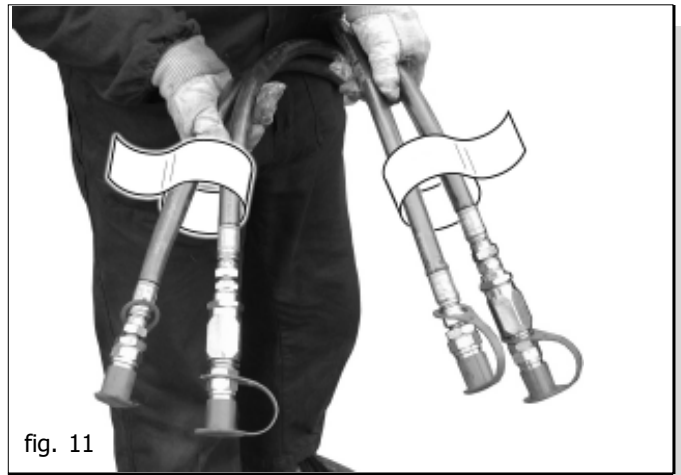

fig. 11
- 4) Die öldynamischen Schläuche unter Befolgen der an jedem Schlauch angebrachten Anleitungen korrekt an den Verteilern des Schleppers (siehe Kapitel 3.1) anschließen (Abb. 11).